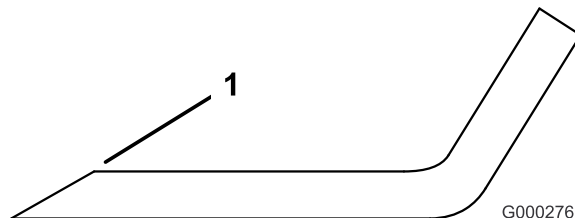

Figure 91
1. Au moyen d'une lime, affûtez les tranchants aux deux extrémités de la lame (Figure 91). Veillez à conserver l'angle de coupe d'origine. Limez la même quantité de métal sur chacun des deux tranchants pour ne pas déséquilibrer la lame.